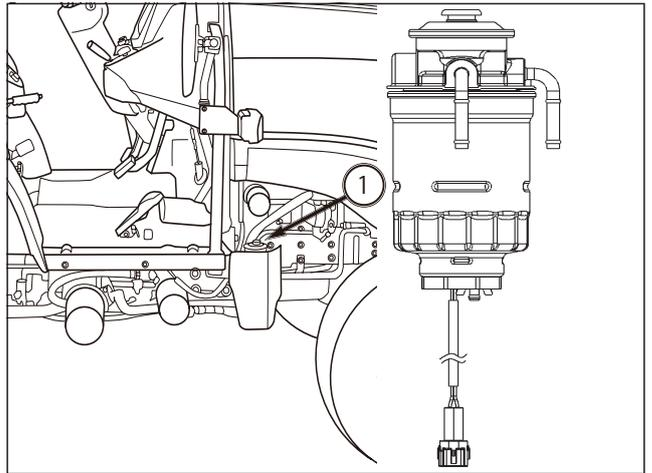

FIG. 166
FIGS. 166 & 167: El conjunto del filtro de combustible (1) está situado delante del escalón derecho del neumático y se utiliza para filtrar las impurezas del combustible antes de que este llegue a la bomba de inyección. Compruebe si el cartucho del filtro (2) tiene polvo o agua acumulados en el fondo de la copa del filtro.